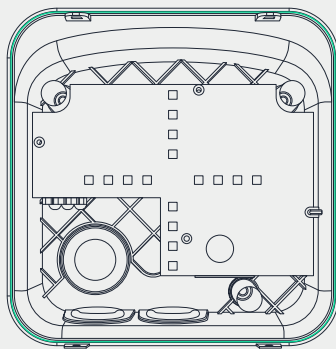

Fig. 9 - Garnitura de cauciuc
18. Verificați dacă garnitura de cauciuc montată pe marginea interioară a carcasei este bine fixată în locul indicat. (Fig. 9)